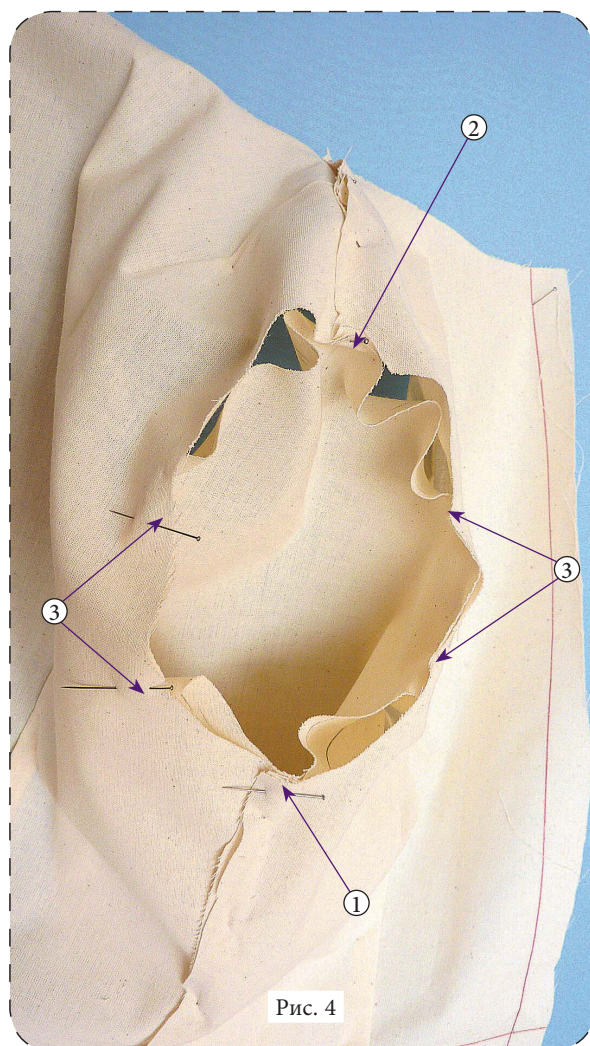

Рис. 4
- ① Вставьте рукав в пройму таким образом, чтобы ткань была правильно вывернута (рис. 4). Скалывайте лицевую сторону рукава с лицевой стороной лифа. Совместив швы низа проймы и рукава, вколите булавки.
- ② Теперь соедините метку на верхней точке рукава с плечевым швом и вколите булавку.
- ③ Совместите две метки, поставленные на уровне линии над грудью (на пройме и на рукаве), разгладьте края, а затем вколите булавки примерно на 2 см ниже этой метки и примерно на 2 см выше нее. Проложите наметочный шов через оба слоя ткани, чтобы стык был прочным. Присекайте головку рукава в нижней части проймы, оставляя припуск на шов.